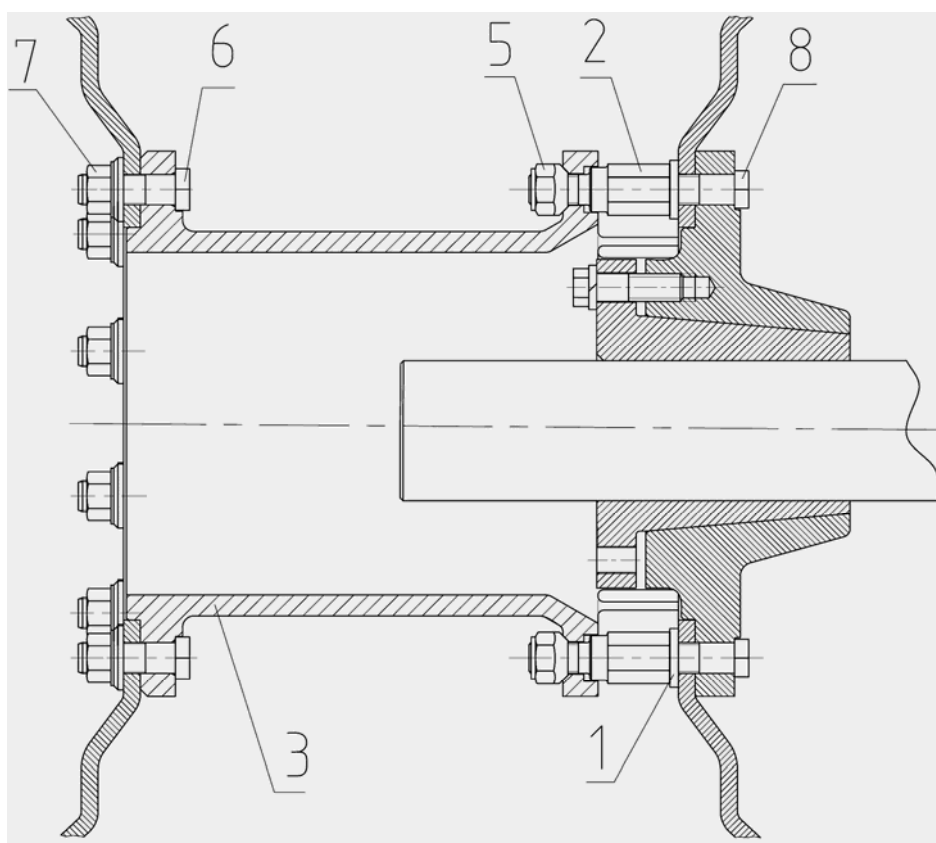

Рис.10.3 Сдваивание задних колес.
- 4) на болты (8), (рисунок 10.3), установите шайбы (1) и закрепите внутреннее колесо специальными болтами (2) моментом $700...750 \text{ Н}\cdot\text{м}$;
- 5) установите на специальные болты (2), (рисунок 10.3), проставку (3);
- 6) на специальные болты (2), (рисунок 10.3), завинтите гайки (5) моментом $700...750 \text{ Н}\cdot\text{м}$;
- 7) на болты (6), (рисунок 10.3), проставки установите внешнее заднее колесо;
- 8) закрепите колесо гайками (7), (рисунок 10.3), моментом $700...750 \text{ Н}\cdot\text{м}$.